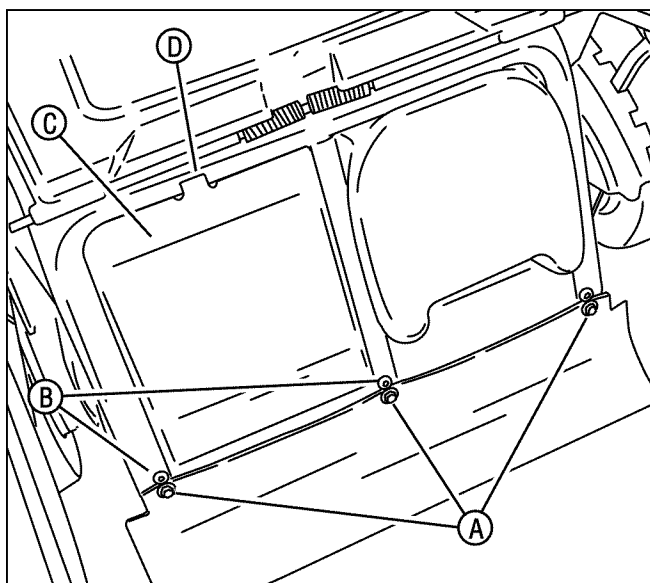

Figura 24: Desmontaje de la cubierta trasera.
1. Remueva los tres sujetadores (A, Figura 24) que aseguran el mandil (delantal) trasero a la máquina.
2. Remueva los dos sujetadores (B) que aseguran la cubierta trasera a la máquina.
3. Deslice la cubierta (C) hacia abajo y hacia afuera para desmontarla. Coloque a un lado todos los componentes.